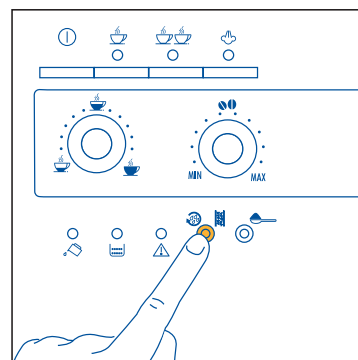

Fig.14
1) Si ni bien encendida la máquina se desea hacer una taza de café corto (inferior a 60cc), use el agua caliente del enjuague para precalentar las tazas (véase el consejo en el § 4.3 punto 5). Por el contrario, si del último café hecho han transcurrido más de 2/3 minutos, antes de hacer un café nuevo, **es necesario precalentar el infusor, presionando el botón**   (fig. 14). Luego deje que el agua caiga en la bandeja recoge gotas, o bien utilice este agua para llenar (y luego vaciar) la taza de café para precalentarla.